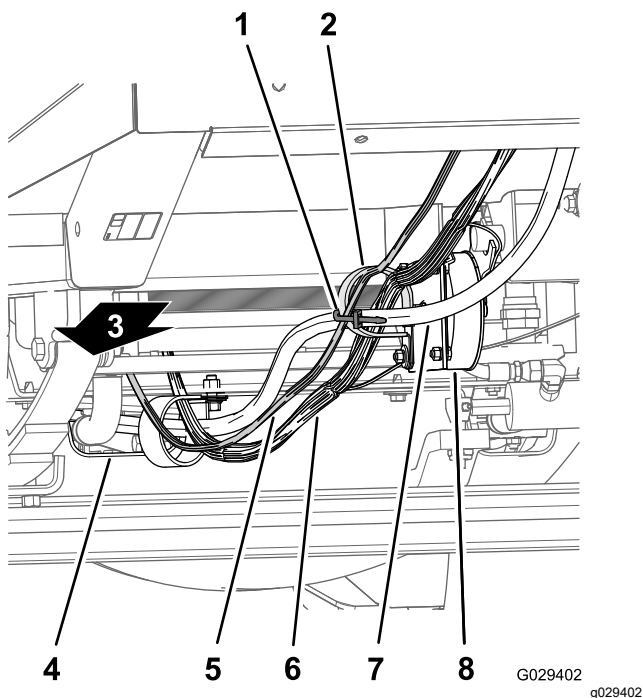
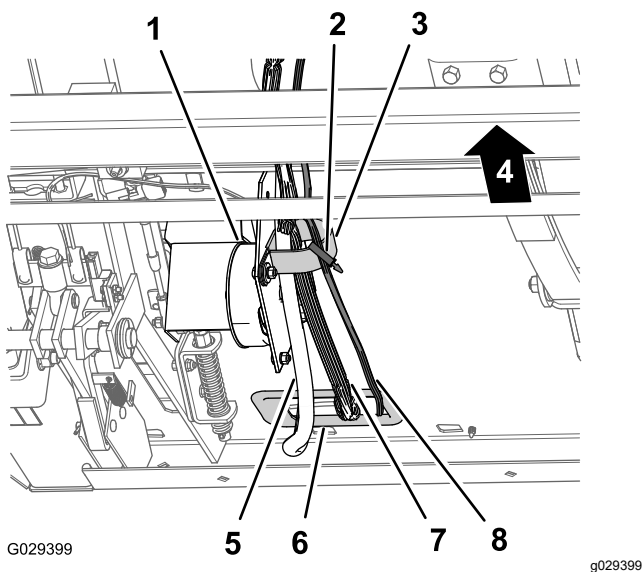

Figura 13
Figura 14
- Encaminhe a secção da cablagem de 240 cm do painel de instrumentos ao longo da cablagem e tubos da direcção da máquina (por baixo do radiador, através do grampo em R da parte inferior do suporte do radiador, através do grampo em R da bobina de controlo da velocidade (Figura 13 e Figura 14).
- Encaminhe a secção de 240 cm da cablagem do painel de instrumentos para o grampo em R na bobina do controlo de velocidade de deslocação (Figura 13 e Figura 14).